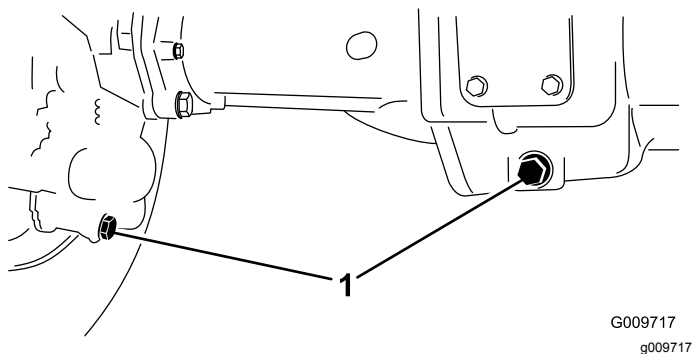

Рисунок 86
2. Очистите область вокруг трех сливных пробок, по одной на каждом конце и одной в центре (Рисунок 86).